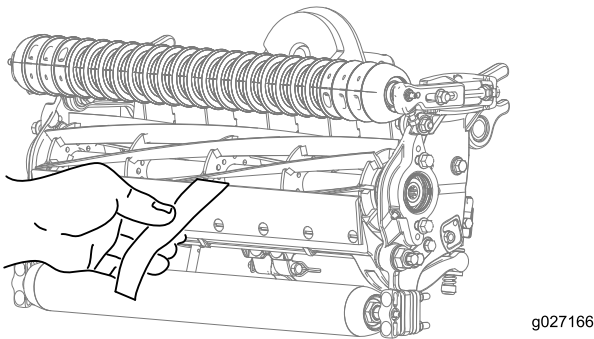

图10
- 在滚刀与底刀间插入一长条Toro剪切性能纸，纸要与底刀垂直，检测剪切性能（图10）。缓慢向前旋转滚刀；滚刀应剪切检测纸。